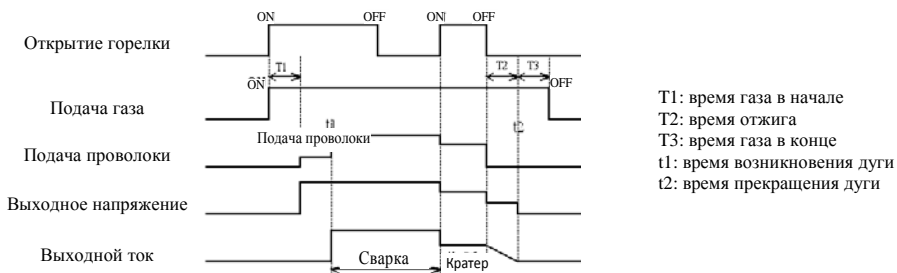

Рис. 6.19. Временная диаграмма метода управления сваркой с заваркой кратера
- Временная диаграмма метода управления сваркой с заваркой кратера изображена на рис. 6.19.